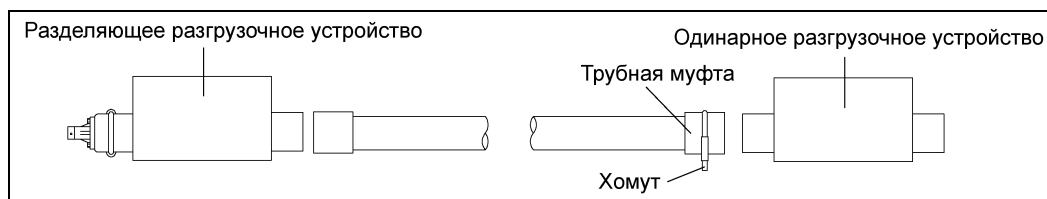

Рисунок 5I Установка тандемной системы
4. Наденьте соответствующую трубную муфту на обрезанный конец прямой трубы. Расположите прямую трубу в предназначенном для эксплуатации месте. Надвиньте трубную муфту на входной патрубок проходного разгрузочного устройства и затяните хомутом. (*См. рис. 5I на стр. 25.*)